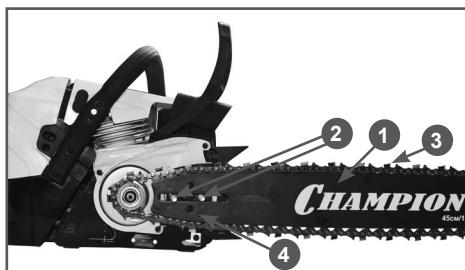

Рис. 4 Установка шины и цепи
- Установите направляющую шину (1) на шпильки (2) так, как показано на Рис. 4 и сдвиньте ее в сторону муфты сцепления для облегчения установки пильной цепи.
- Установите пильную цепь на направляющую шину так, как показано на Рис. 4. При установке цепи следите за тем, чтобы режущая кромка зуба (3) была расположена вперед по ходу движения цепи, т.е. по часовой стрелке.
При установке крышки следите за тем, чтобы палец натяжения цепи совпал с отверстием (4) в направляющей шине (Рис. 4).